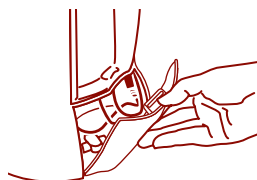

Figure 2
3. Enlevez le couvercle de rangement du cordon en appuyant vers le bas sur l'onglet du couvercle. Sortez le cordon électrique et branchez l'appareil dans une prise murale standard de 120 volts. Replacez le couvercle et insérez le cordon électrique dans la fente, sous l'onglet d'ouverture du rangement du cordon. Figure 2